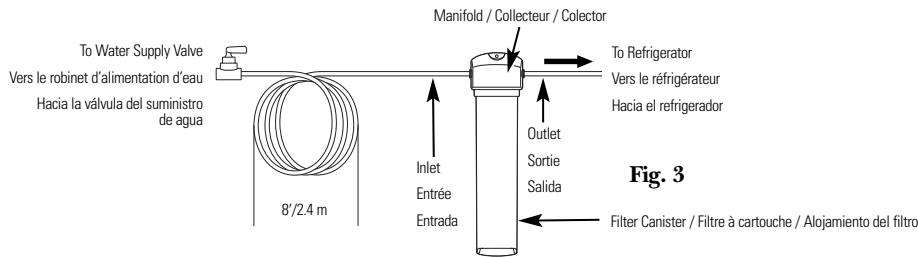

Fig. 3
2. Use 8 feet of tubing (coiled 3 times approximately 10" in diameter) between the inlet of the system and the water supply shut-off valve (Fig. 3).
2. Utiliser un tube de 2,4 m (8 pi) (faisant 3 spirales d'environ 25 cm [10 po] de diamètre) entre l'entrée du système et le robinet de sectionnement (Fig. 3).
2. Use 8 pies de tubería (enrollada 3 veces aproximadamente de 10" de diámetro) entre la entrada del sistema y la válvula de apagado del suministro de agua (Fig. 3).